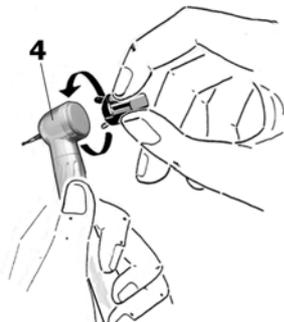

Fig. 5 – Remplacement du rotor
REPLACEMENT DU ROTOR (Figs. 5 - 6)
Le rotor de la turbine est remplaçable "sur le champ". Dévisser la coiffe (4) avec la clé (Fig. 5). Avant de remonter le nouveau rotor, s'assurer que les joints toriques (5) soient placés correctement dans leurs gorges respectives à l'intérieur de la tête et de la coiffe. Revisser alors la coiffe en la serrant à fond.